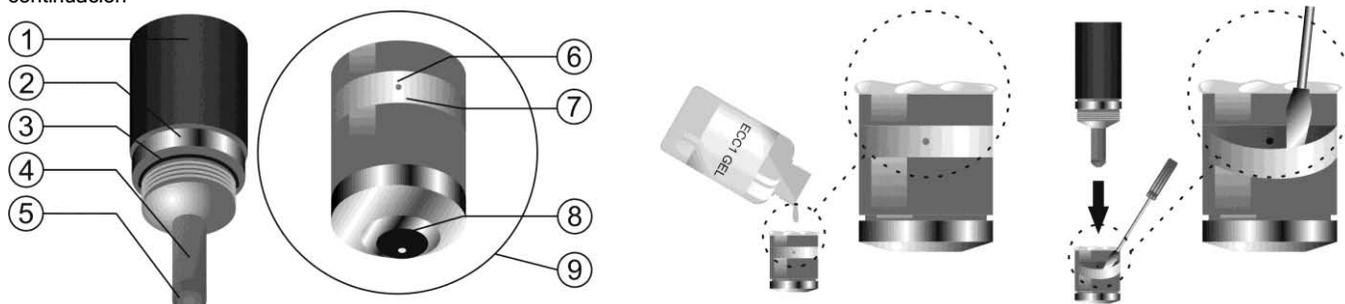

Fig. 33
- Usar un pequeño destornillador o herramienta similar para quitar la cubierta transparente [7] que protege el orificio de purga [6], y desplazarla hacia un lado (ver Fig. 33), de forma que el orificio de purga [6] quede accesible.
- Desplazar la cubierta transparente [6] hacia un lado (ver Fig. 33).